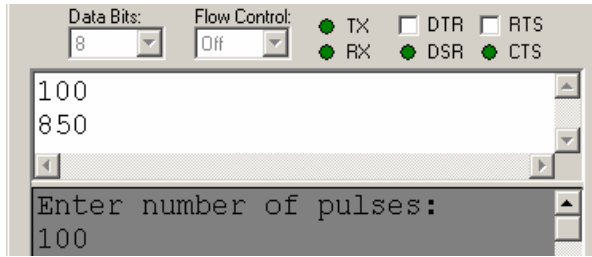

Figura 4-19
La Figura 4-19 mostra una vista della finestra di trasmissione nel Terminale di Debug. La vostra finestra di trasmissione potrebbe essere più piccola. Per ingrandirla potrete clickare e trascinare il separatore tra le due finestre. Potete digitare le cifre nella finestra di trasmissione per inviarle al BASIC Stamp. In questo esempio, qualcuno ha digitato 100, quindi Enter, poi ha digitato 850. La finestra di ricezione visualizza la scritta
- ✓ Se la finestra di trasmissione fosse troppo piccola, ridimensionatela usando il mouse per clickare, bloccare, e trascinare in basso il separatore tra le due finestre. Il separatore è mostrato nella Figura 4-19 subito sopra il messaggio: “Digitare il numero degli impulsi:”.